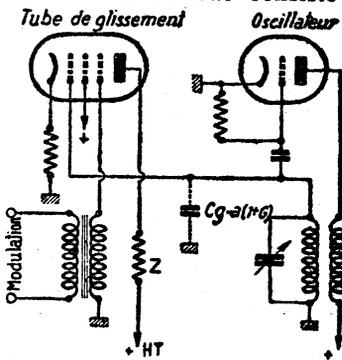

Fig. 15. — Lampe de glissement.
**Principe de la lampe de « glissement ».** — La figure 15 donne un exemple de réalisation.